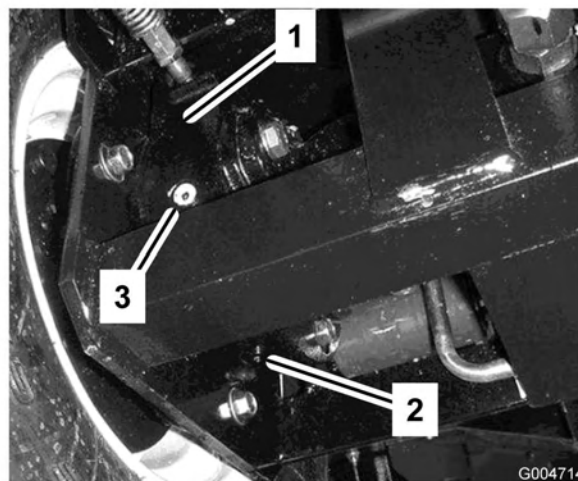

Bild 58
4. Stellen Sie ein Auffanggefäß unter das Bremsgehäuse an der anderen Seite des Rads (Bild 58).
7. Nehmen Sie die Prüfschraube vom Bremsgehäuse ab (Bild 58).